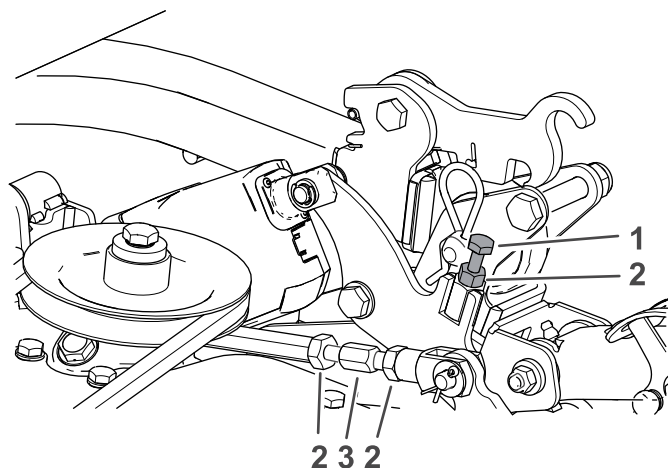
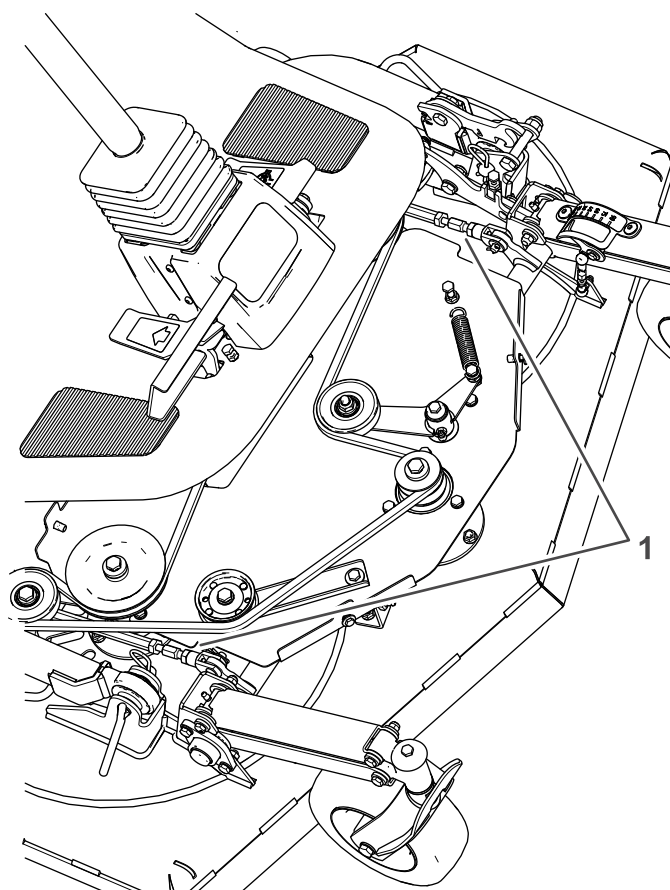

Bild 100
Bild 101
stellen Sie die Einstellschraube ein, siehe **Bild 100**.
- C. Lösen Sie zum Anheben der Rückseite der Schneideinheit die Klemmmuttern für die Spurstangen beidseitig der Schneideinheit (**Bild 100** und **Bild 101**).
6. Ziehen Sie die Klemmmuttern für die Spurstangen an (Bild 100).